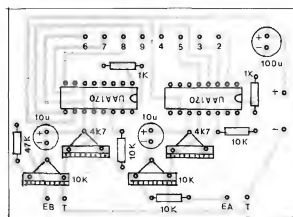

Fig. 4
**FIG. 4 - "CHAPEADO DA MONTAGEM - PLACA "A"** - Vista pelo lado não cobreado, a placa "A" mostra a estilização, codificação, polaridades, etc. de todos os principais componentes nela acomodados... Atenção, principalmente, ao posicionamento dos dois Integrados (ambos com suas extremidades marcadas voltadas para a direita, no ângulo em que a placa é observada...) e com as polaridades dos três capacitores eletrolíticos. Quanto aos demais componentes, cuidado para não "trocar as bolas" dos seus valores em função dos lugares que ocupam (isso também vale para os trim-pots...). Conferir tudo ao final, inclu-